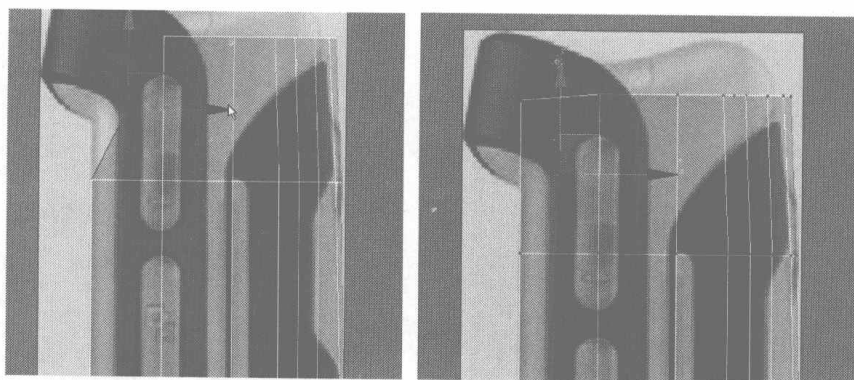
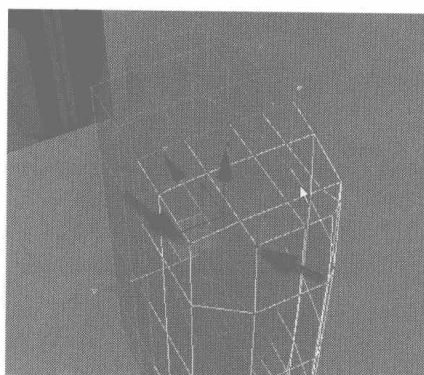

图 4.24
图 4.25
- 16** 在 Left 视图中框选如图 4.24 所示的边线，用 Connect 命令添加一条细分线，然后调整添加曲线的节点到图中所示的位置，并再选择如图 4.25 所示的两个节点，用 Connect 命令添加一条细分线。